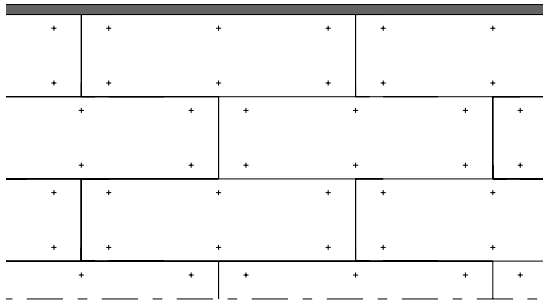

Fig. 5 : Exemple de disposition des ancrés
- ancres pour un équipement sur chantier des panneaux (fig. 5),